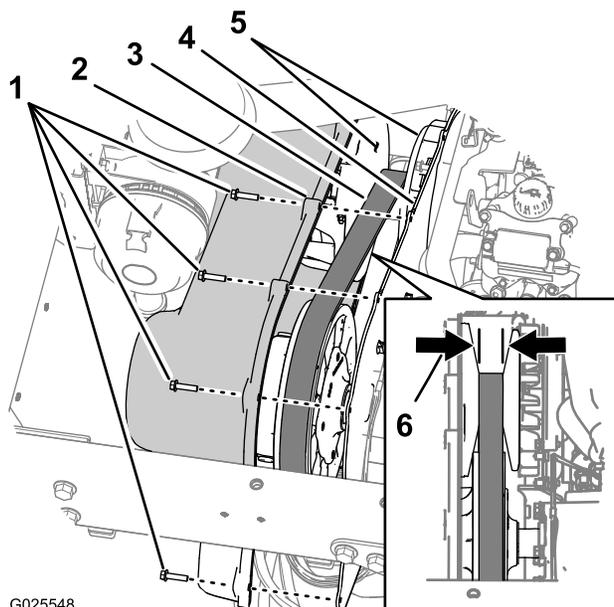

Bild 73
- Entfernen Sie die neun Kopfschrauben (1/4" x 1"), mit denen die Getriebeabdeckung an der Befestigungsplatte des Getriebes befestigt ist (Bild 73).
- Schieben Sie die Abdeckung nach vorne, bis der Treibriemen sichtbar ist (Bild 73).
- Prüfen Sie die abgeschrägten Vorderseiten der Hauptkupplung auf Zeichen von Beschädigung (Bild 73).
- Prüfen Sie den Treibriemen auf fehlende oder beschädigte Zähne (Bild 73).
- Messen Sie die Breite des Riemens und notieren Sie den Wert (Bild 73).
Hinweis: Wenn die Breite des Treibriemens 29,5 mm oder weniger ist, tauschen Sie ihn aus (Bild 73).
- Fluchten Sie die Löcher in der Getriebeabdeckung mit den Löchern in der Befestigungsplatte aus (Bild 73).
- Befestigen Sie die Abdeckung mit den neun in Schritt 1 entfernten Kopfschrauben (1/4" x 1") an der Befestigungsplatte (Bild 73) und ziehen Sie die Schrauben bis auf 10,2 - 12,4 Nm an.